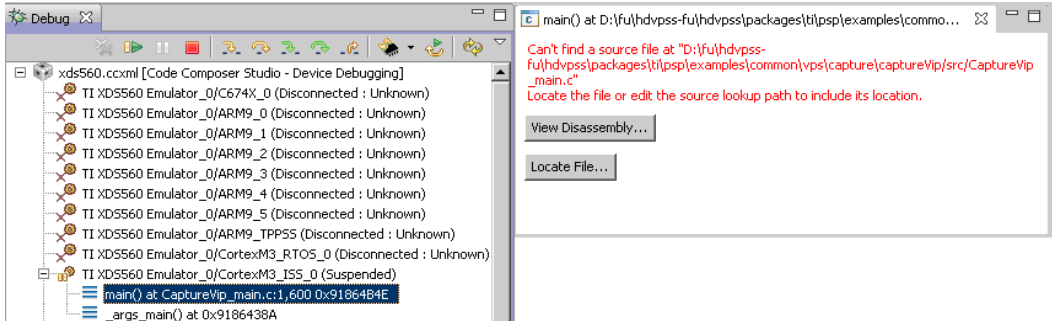

图 1-2-12
7. 选择 debug 窗口中 CortexM3_ISS 核选项下选中 [main() at VcaptureVip_main.c],在函数观察窗口中将提示定位源码路径, 如图 1-2-12 所示。按下[Locate File...]定位源码文件, 源文件位于: D:\DSPresearch\Capture_Display_test_package\src\capture\captureVip\src 目录下;